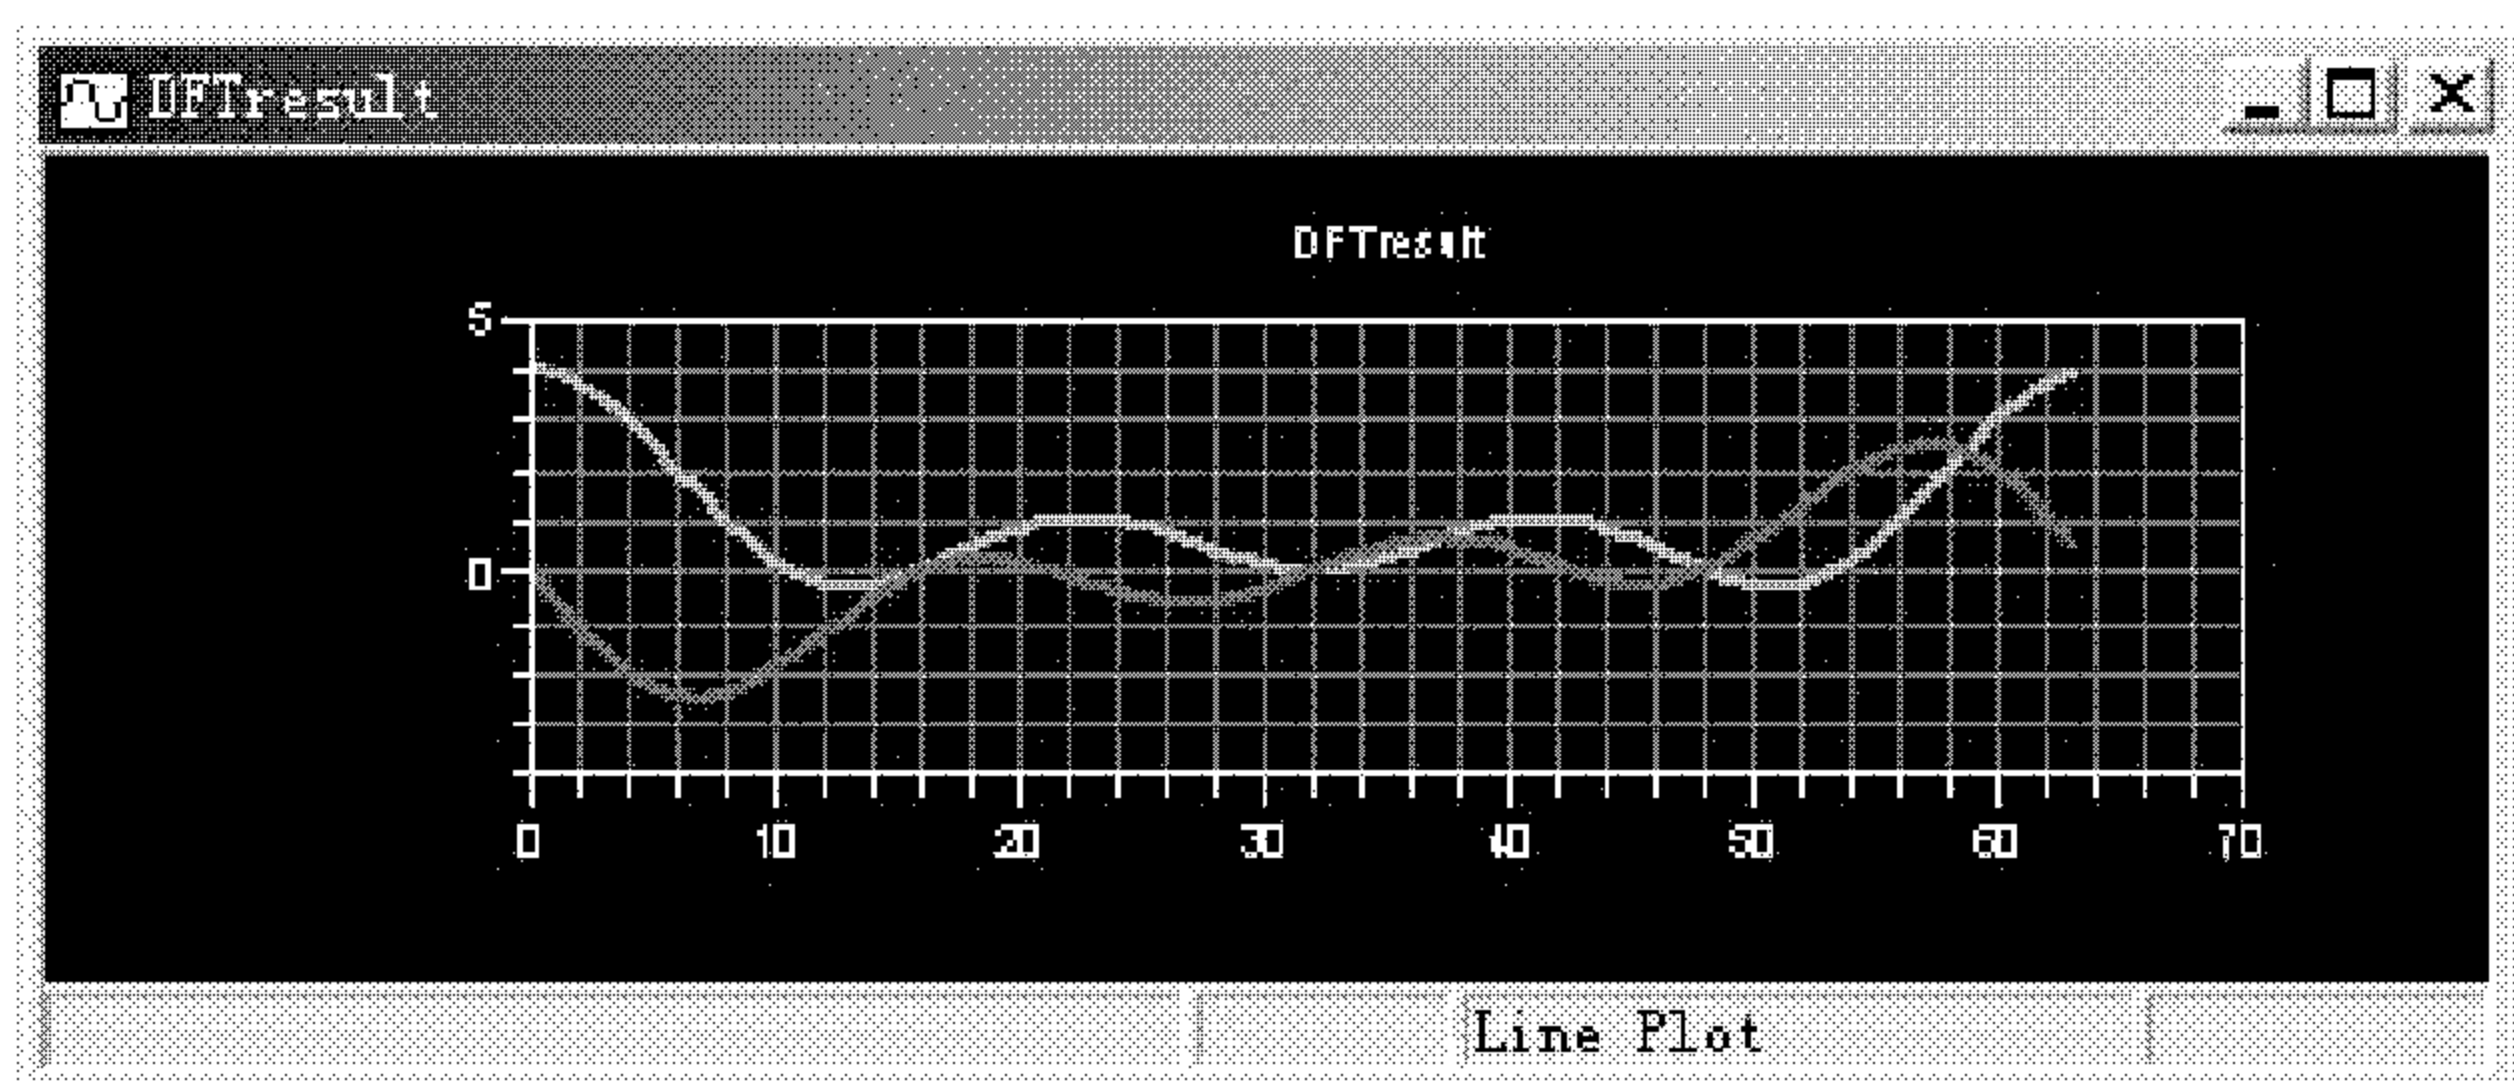
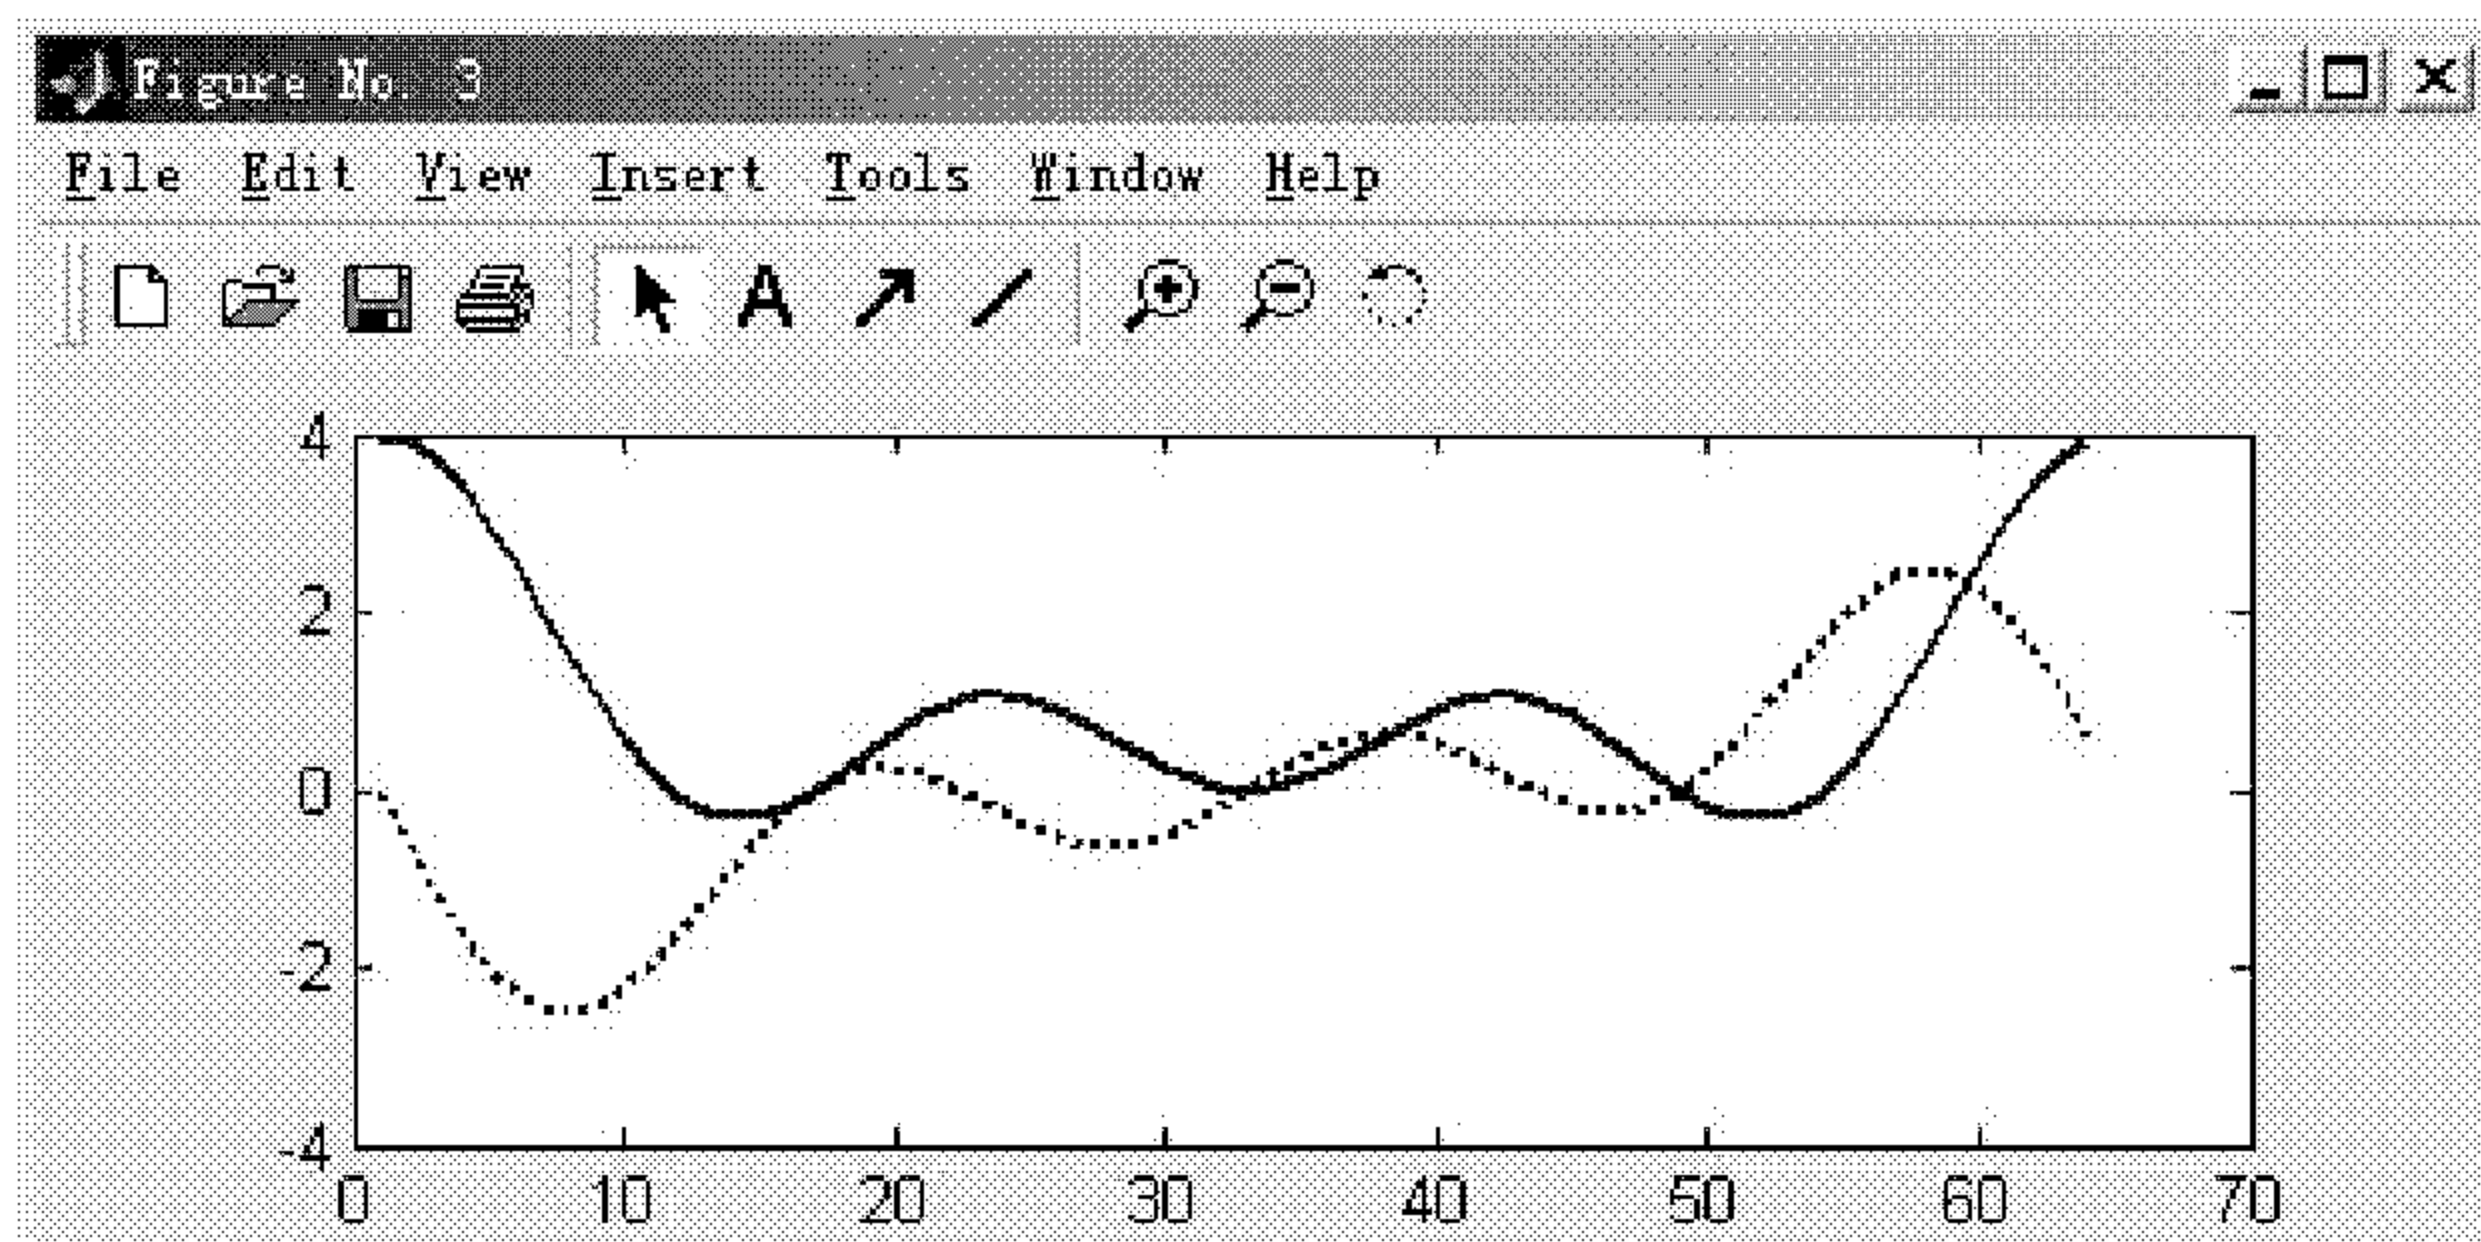

图 4.18 VisualDSP++的 DFT 处理结果的图形显示
图 4.19 MATLAB 的 DFT 处理结果
(12) 利用 **VisualDSP++** 中的调试工具进行调试。
(13) 在 dft.asm 源文件的 end 标号处设置一断点，然后运行程序。
(14) 选择 View → Debug Windows → Plot → New，打开 Plot Configuration 对话框。在此对话框中设置画出 DFT 处理结果的实部(real)和虚部(imag)。关于 Plot Configuration 对话框的设置方法我们在前面已作了详细介绍，这里不再重复。VisualDSP++的图形显示结果如图 4.18 所示。
(15) 为了验证 DSP 处理结果的正确性，需要利用 MATLAB 来进行同样的处理，并比较它们的结果。下面利用 MATLAB 对测试数据进行同样的处理，并画出其处理结果，如图 4.19 所示。
比较图 4.19 和图 4.18，可以看出 DSP 处理结果与 MATLAB 的处理结果完全相同，这表明汇编程序 DFT 是正确的。